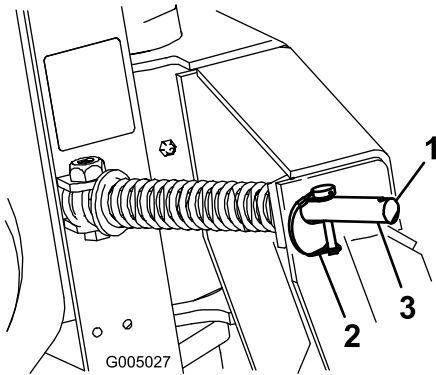

Figura 5
1. Coloque los pasadores de seguridad en los taladros exteriores de las varillas de los muelles para permitir que el arado se mueva de un lado a otro (Figura 5).
1. Mueva los pasadores de seguridad a los taladros interiores de las varillas de los muelles para impedir el movimiento lateral (Figura 5).